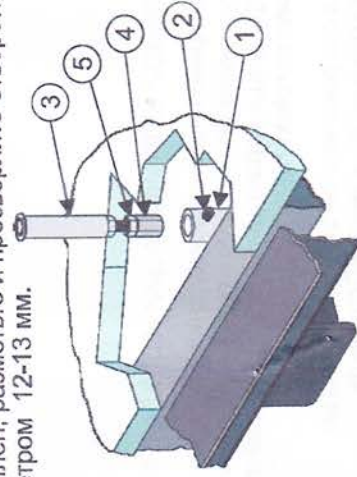

Рис. 3.
- Перед облицовкой крышки на фрагменте покрытия, который будет на ней закреплен, разметьте и просверлите отверстие для кнопки-толкателя, Рис. 3, • диаметром 12-13 мм.